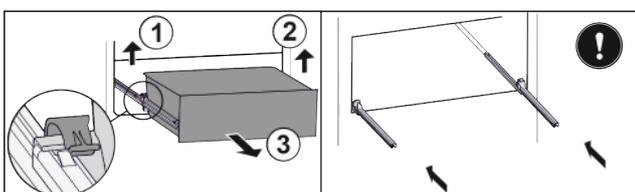

Fig. 26*
- ▶ Schubfach links entkoppeln Fig. 26 (1).*
- ▶ Rechts entkoppeln Fig. 26 (2).*
- ▶ Nach vorne entnehmen Fig. 26 (3).*